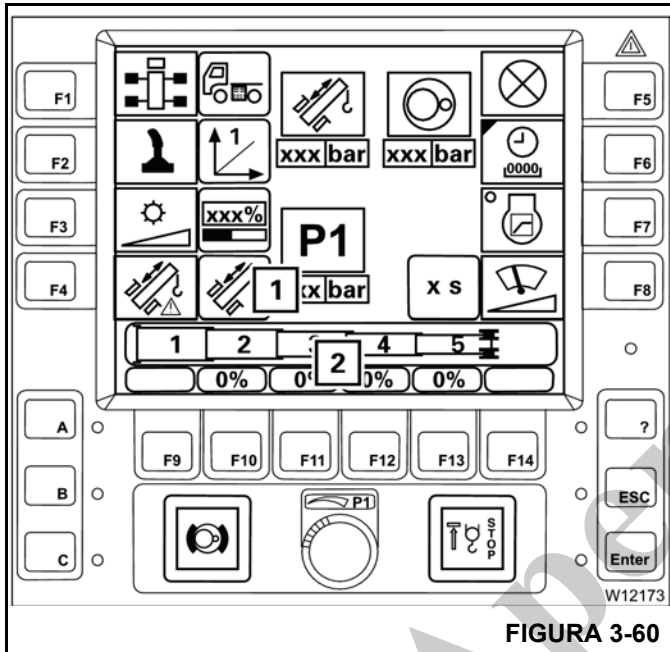

FIGURA 3-60
Se os valores inseridos não forem permitidos, os valores nos indicadores telescópicos (2) (Figura 3-60) ficam vermelhos.